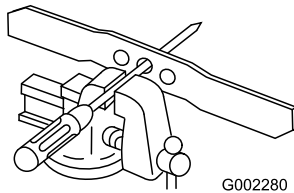

Figure 36
1. Vérifiez l'équilibre de la lame en enfilant le trou central sur un clou ou la tige d'un tournevis serré horizontalement dans un étau (Figure 36).